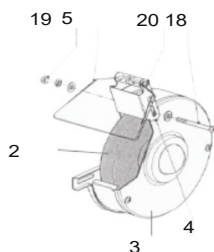

рис. 3
2.2.3 Регулировка кронштейна экрана - искроуловителя (см. рис.3)
Экран прозрачный (рис.1 поз.5) защищает глаза и руки оператора от искр, летящих от затачиваемого инструмента. Всегда используйте его при работе. При первоначальной установке и по мере износа шлифовального круга сухой заточки, периодически проводите регулировку установки кронштейна экрана (рис. 3 поз.4). Кронштейн экрана (искроуловитель) устанавливается на минимальном расстоянии от поверхности круга (2 мм). Это позволяет задерживать абразивные частицы, отлетающие от круга в сторону оператора. Установка кронштейна:
- ослабить крепление кронштейна экрана (гайка – поз.19 и винт – поз.18 рис.3);
- сдвинуть на минимальное (2 мм) расстояние нижнюю кромку кронштейна (рис.3 поз.4) от поверхности круга (рис.3 поз.2);
- закрепить кронштейн в нужном положении винтом (рис.3 поз.18);
- установив прозрачный экран (рис.1 поз.5) в нужном положении, зафиксировать его гайкой (рис.3 поз.20).